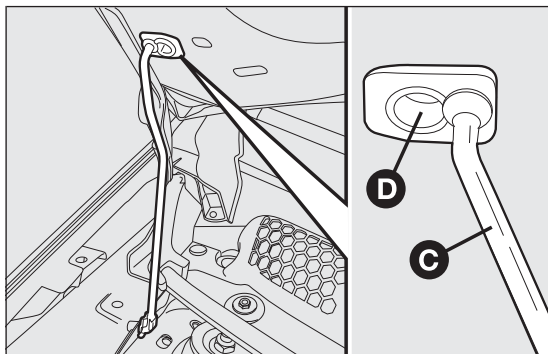

fig. 86
- ☐ levantar el capó y, al mismo tiempo, soltar la varilla de sujeción C fig. 86 de su dispositivo de bloqueo, a continuación, introducir el extremo de la varilla en el alojamiento D del capó.
- ☐ mantener levantado el capó con una mano y con la otra retirar la varilla C fig. 86 del alojamiento D y volver a introducirla en su dispositivo de bloqueo;